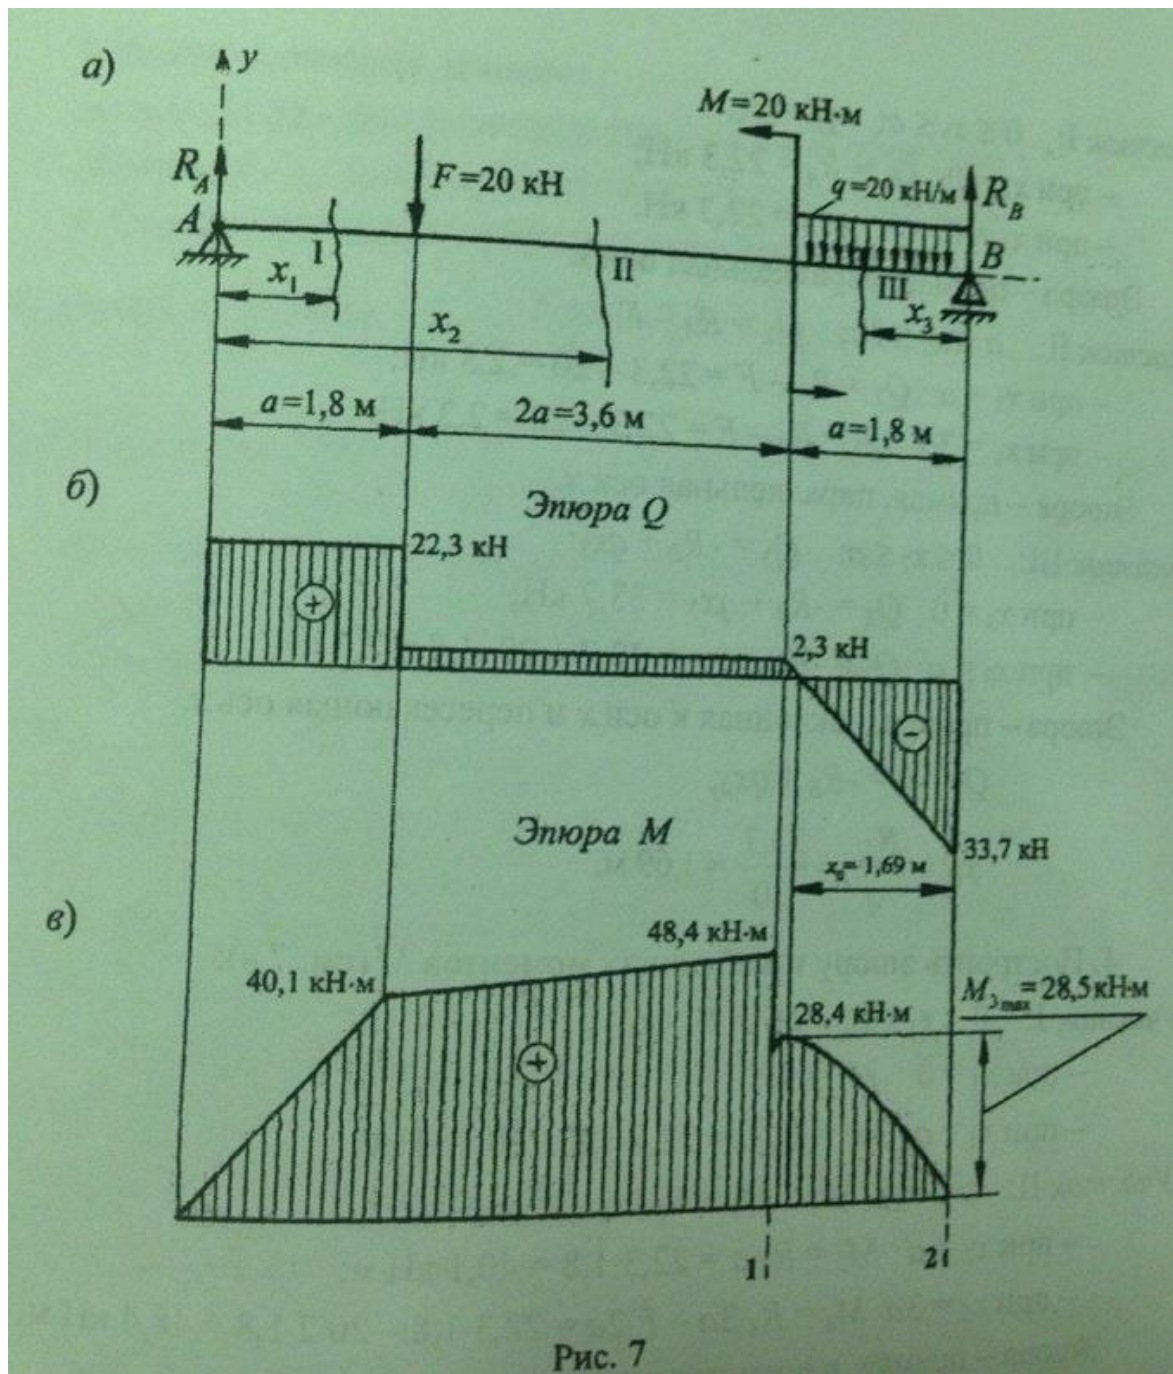

Рис. 7
1. Выполнить расчет и графические построения (рис. 7).
2. Определить опорные реакции R_A и R_B (см. рис. 7 а):
3. Построить эпюру поперечных сил Q (см. рис. 7 б). Для этого разбить балку на грузовые участки I, II и III.